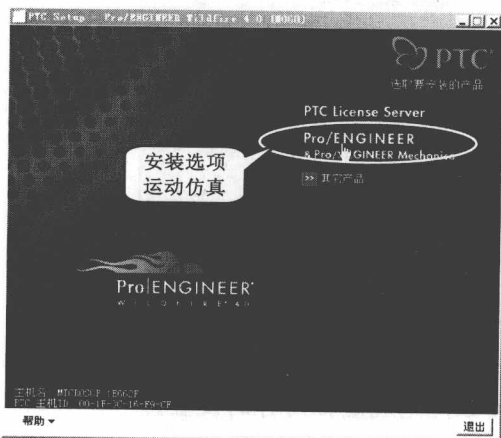
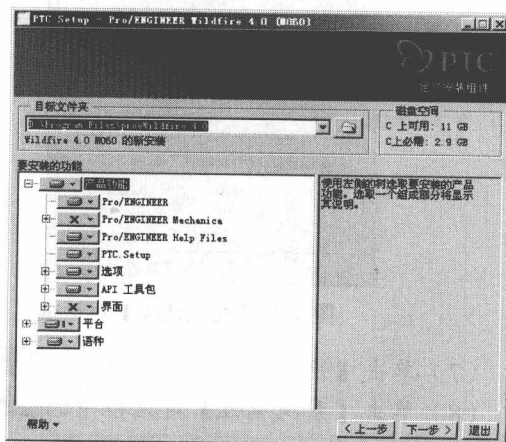

图 1-9 选择安装选项
图 1-10 选择安装目录和安装模式
(3) 单击 **下一步 >** 按钮, 进入安装选项设置页面, 在其中选择要安装的产品, 如图 1-9 所示。一般选取【Pro/ENGINEER & Pro/ENGINEER Mechanical】选项, 鼠标单击该选项, 弹出对话框, 在其中设置安装目录和安装模式, 如图 1-10 所示。